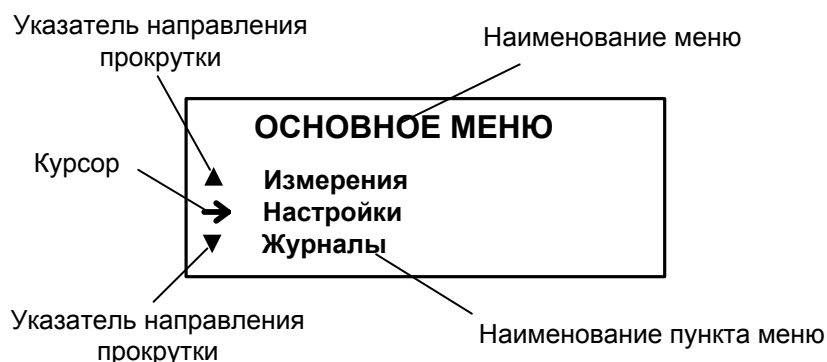

Рис.1. Вид основного меню.
- 1.1.2. Индикация на дисплее вычислителя состоит из наименования меню (окна), располагающегося неподвижно в первой строке дисплея жидкокристаллического индикатора (ЖКИ), и наименований пунктов меню (параметров), которые могут смещаться вверх или вниз (рис.1).
При переходе в меню (окно) нижнего уровня курсор устанавливается напротив первого пункта меню (параметра) вместо верхнего указателя направления прокрутки. После начала прокрутки списка курсор устанавливается между верхним и нижним указателями направления прокрутки (рис.1). При достижении последнего (первого) пункта меню из списка курсор перемещается на место нижнего (верхнего) указателя прокрутки.